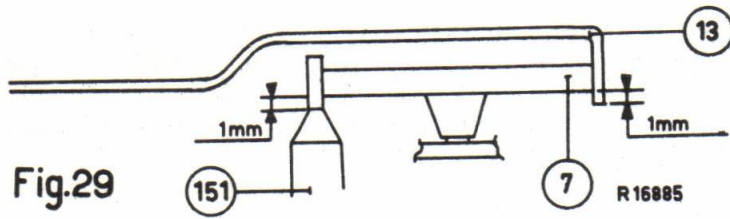

Fig.29
- 2) De onderkant van het loopvlak van het tussenwiel moet minimaal 1 mm boven de onderkant van de rand aan de draaitafel lopen. (Zie fig.29). Eventueel instellen door de beugels 10a of 10c iets te verbuigen.
- 4) Motoras moet evenwijdig lopen aan de draaitafelas (zie fig.29).